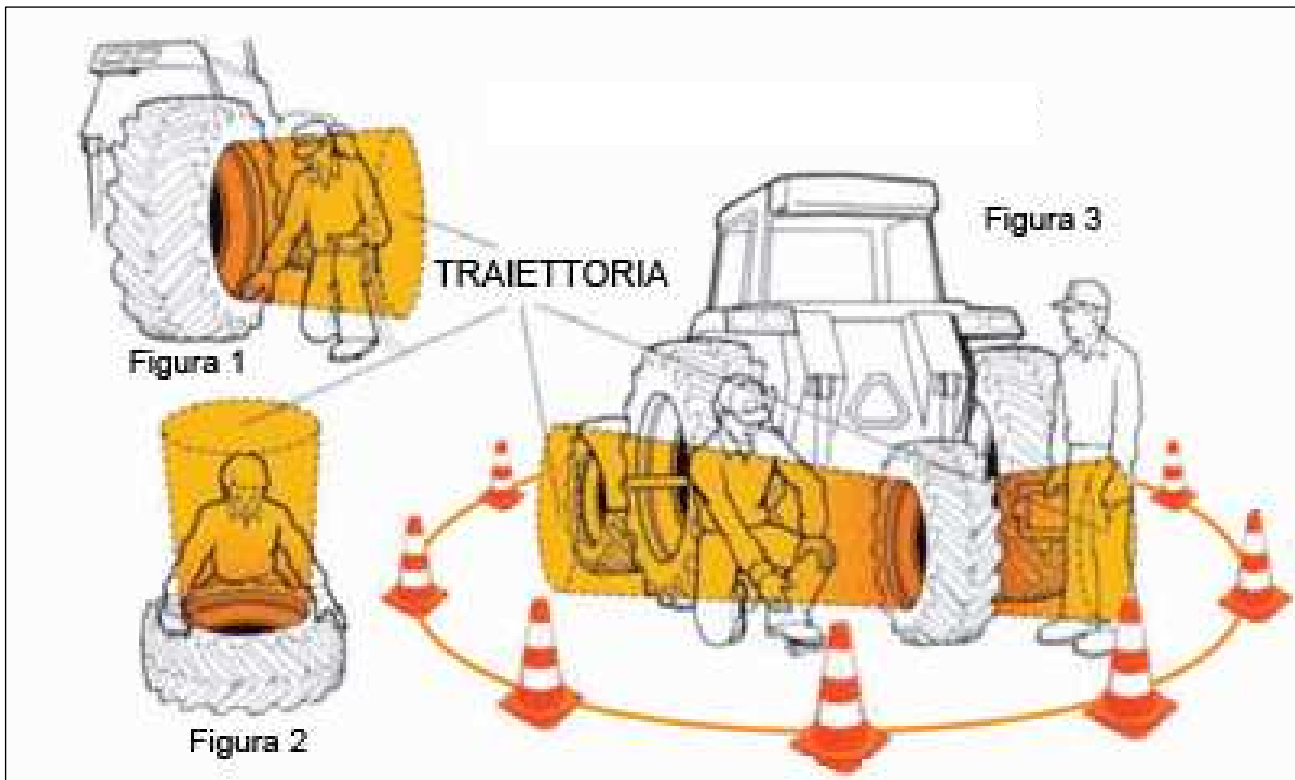

Fig.2: Zone di pericolo in caso di proiezione di materiale durante il gonfiaggio dei pneumatici
- **se si interviene in officina su un pneumatico montato sul veicolo o quando si presta assistenza presso i clienti, il gonfiaggio può avvenire senza la gabbia di sicurezza ma si deve utilizzare tassativamente un manometro che abbia un tubo flessibile di lunghezza idonea che permetta all'addetto di posizionarsi di fianco al pneumatico (di fronte al battistrada) in modo tale da rimanere fuori dalle zone di pericolo. L'operatore deve inoltre accertarsi che nessun'altro sia nella zona di potenziale pericolo in caso di proiezione di materiale (Fig.2,3).**